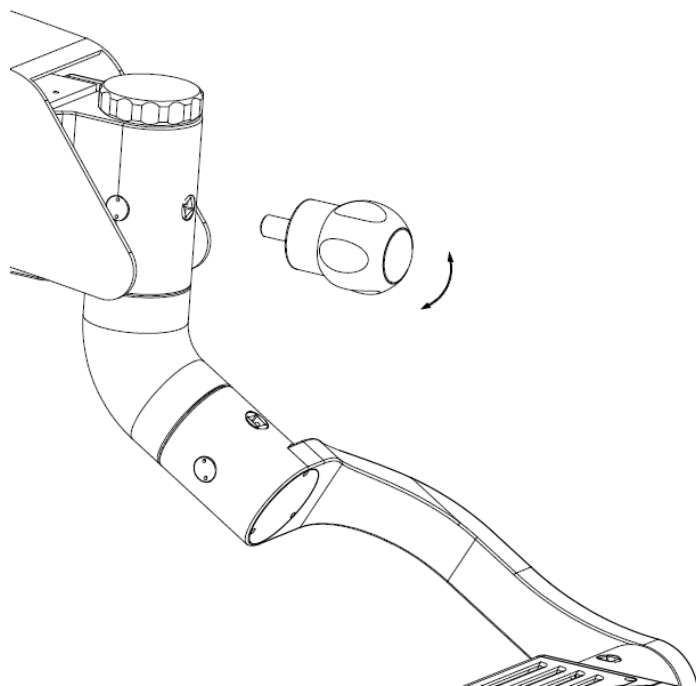

Рис. 3
- Возьмитесь за рукоятки [13] обеими руками и раскачайте микроскоп во всех направлениях. В зависимости от силы гашения во время колебаний, как показано на рис. 3, затяните или ослабьте три демпфирующих винта [10] шариковым ключом, пока гашение колебаний не станет подходящим.